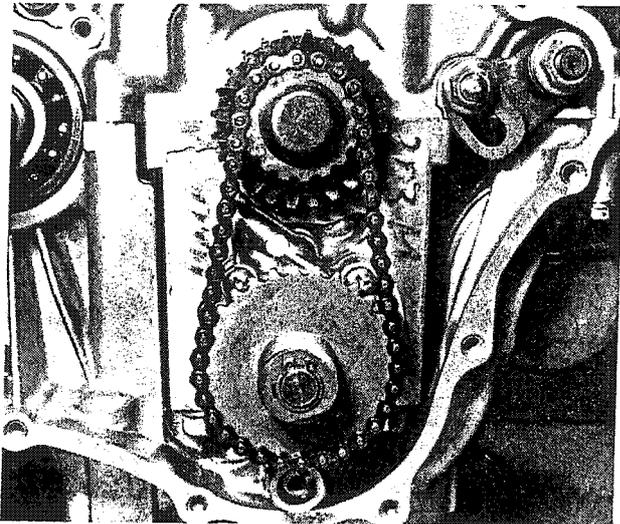

Bild 130
- Die Befestigungsschraube des treibenden Zahnrades einschrauben und anziehen und das getriebene Zahnrad mit dem Sicherungsring befestigen (Bild 130). Zum Anziehen der Schraube wird die Kurbelwelle durch einen Rundstab blockiert, der durch das Pleuellauge gesteckt wird (siehe Kapitel 2.6.4).